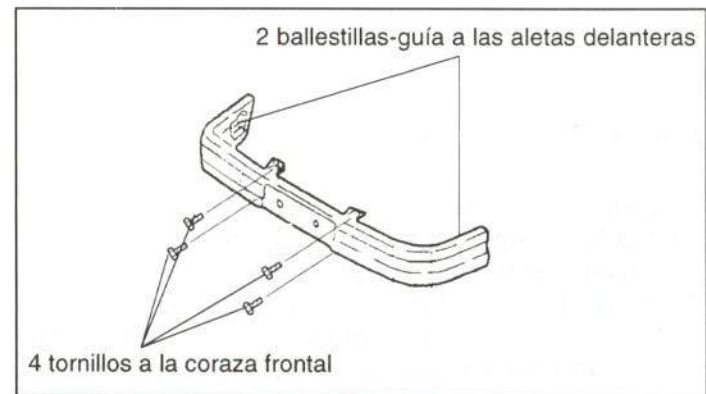

Figura 15.- Fijación del paragolpes delantero
Su fijación se muestra en la figura 15
Para la sustitución del revestimiento frontal sólo es necesario desmontar previamente el paragolpes delantero, cuya fijación se observa en la figura 15.
- Paragolpes delantero (figura 15)